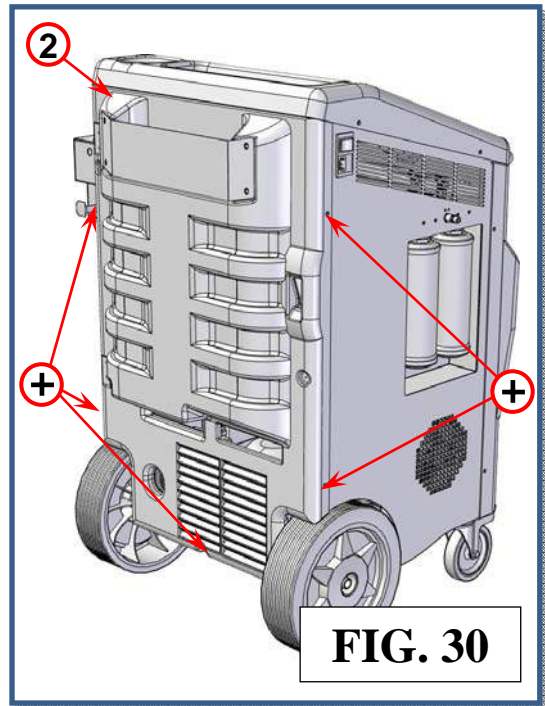

FIG. 30
- 2) Quitar la tapa plástica trasera (ref 2, Fig.30) para acceder a la bomba de vacío.